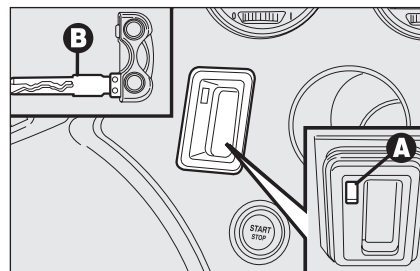

fig. 1
- inserire l’inserito metallico **B-fig. 1** della chiave elettronica nella fessura **A**;
**AVVERTENZA** Non introdurre nella fessura **A-fig.1** oggetti diversi dall’inserito metallico **B** della chiave elettronica.